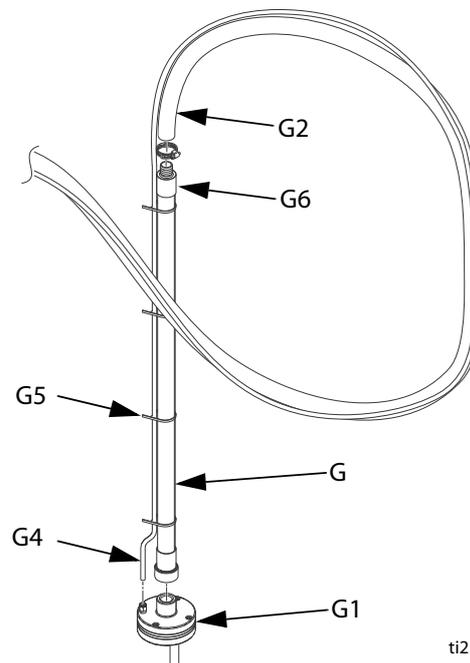

Рис. 8
- Прикрепите стальную трубку (G) встряхивателя к головке (G1) встряхивателя. См. Рис. 8.
- Прикрепите прозрачный шланг (G2) вакуум-пересасывающего устройства, наружный диаметр которого составляет 33 мм (1,3 дюйма), к стальной трубке (G) встряхивателя. Зафиксируйте шланг входящим в комплект зажимом. См. Рис. 8.
- Проложите трубопровод (G4) для воздуха, наружный диаметр которого составляет 9,53 мм (3/8 дюйма), вдоль прозрачного шланга (G2) вакуум-пересасывающего устройства диаметром 33 мм (1,3 дюйма). Зафиксируйте трубопровод в нескольких местах с помощью входящих в комплект стяжек (G5). См. Рис. 8.
ПРИМЕЧАНИЕ. Если на трубке (G) подачи накапливаются избыточные заряды статического электричества, установите на конец (G6) трубки необязательный комплект деталей для заземления трубки подачи. См. Рис. 8.